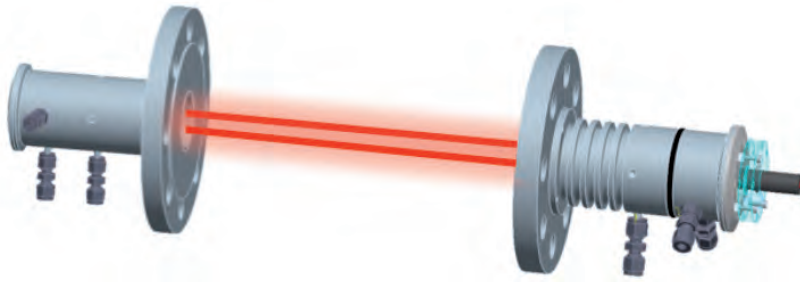

Figure 22 Installation de l'outil de positionnement du faisceau (cible/pointeur laser) sur la tête TDL
- 1 Raccordez l'outil de positionnement du faisceau (cible/pointeur laser) à la bride de la tête TDL (voir Figure 22 à la page 50).
<p>1 Raccordez l'outil de positionnement du faisceau (cible/pointeur laser) à la bride de la tête TDL (voir Figure 22 à la page 50).</p>